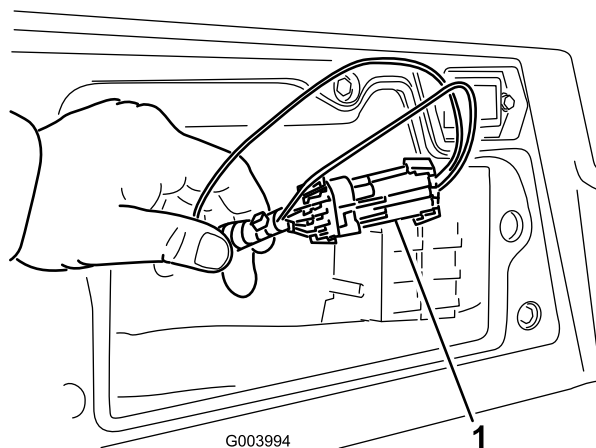

Figura 48
3. Localize os fios e os conectores junto ao controlador (Figura 48).